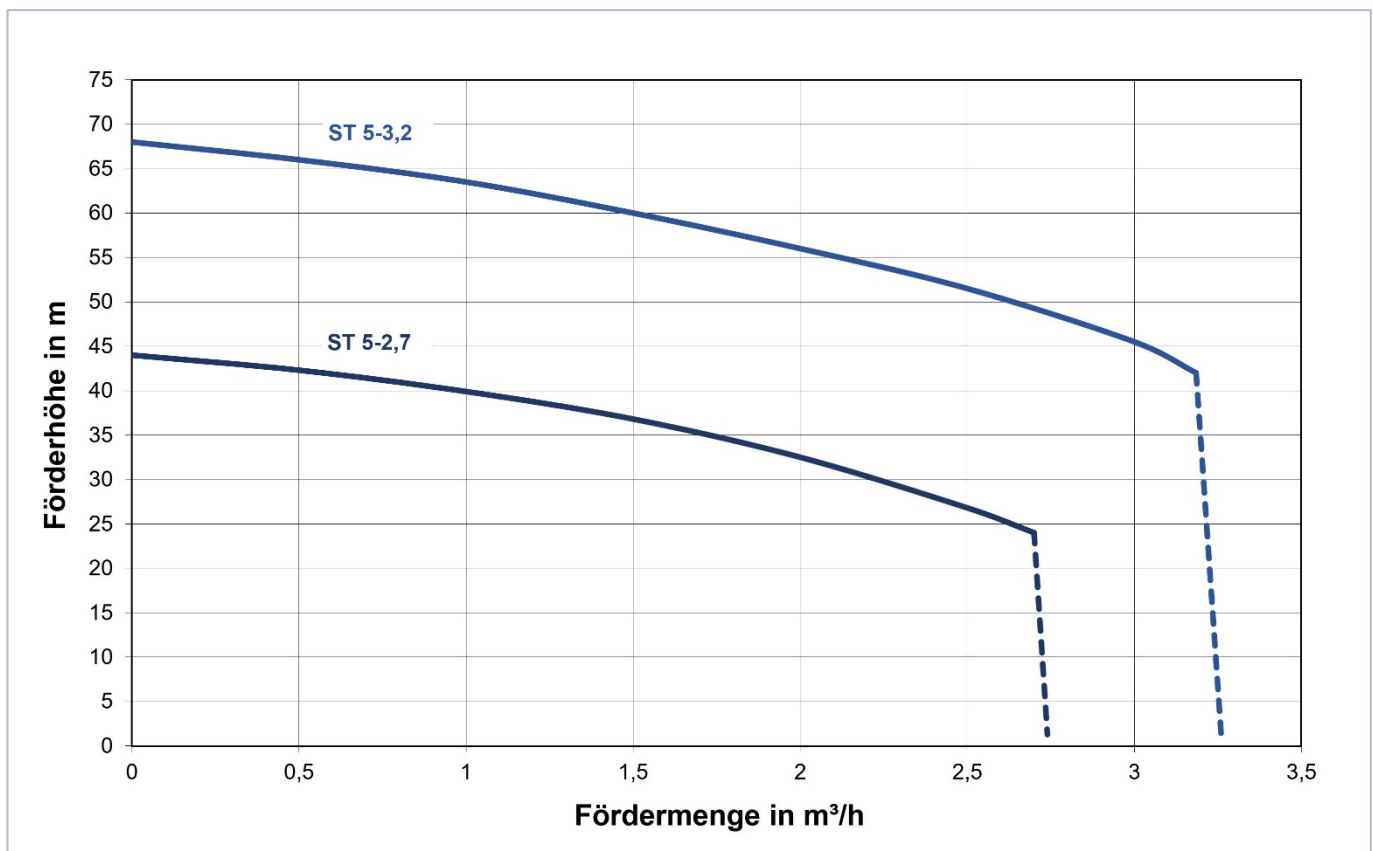

Abbildung 3: Pumpenkennlinien ST 5-3,2 / 5-2,7
- ▶ Um den Wandhalter schallentkoppelt zu montieren, die 3 Gummitüllen in die Bohrungen des Wandhalters stecken, dicke Seite der Gummitülle Richtung Hauswand (siehe Abbildung 3: Wandmontage Bild links).
- ▶ Wandhalterung mit den Gummitüllen mittels Schrauben und Unterlegscheiben sicher befestigen (siehe Abbildung 3: Wandmontage Bild links). Darauf achten, dass
- ▶ Die zwei beiliegenden Gummi-Abstandshalter (M6 x 15 mm) in die Gewindelöcher auf der unteren Rückseite der Sicherheitstrennstation einschrauben (siehe Abbildung 3: Wandmontage Bild rechts).